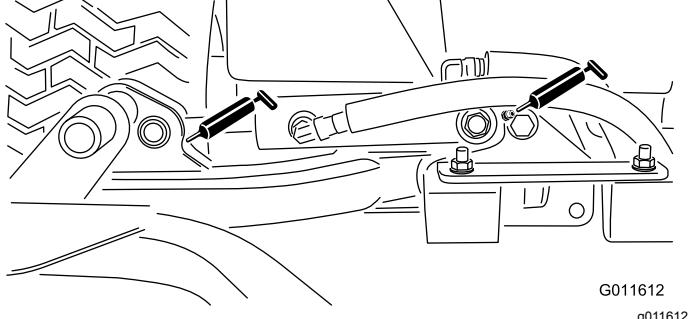

Figura 59
- Cilindros del brazo de elevación de la unidad de corte (2 en cada)—Figura 59
- Pivotes del brazo de elevación (1 en cada)—Figura 59